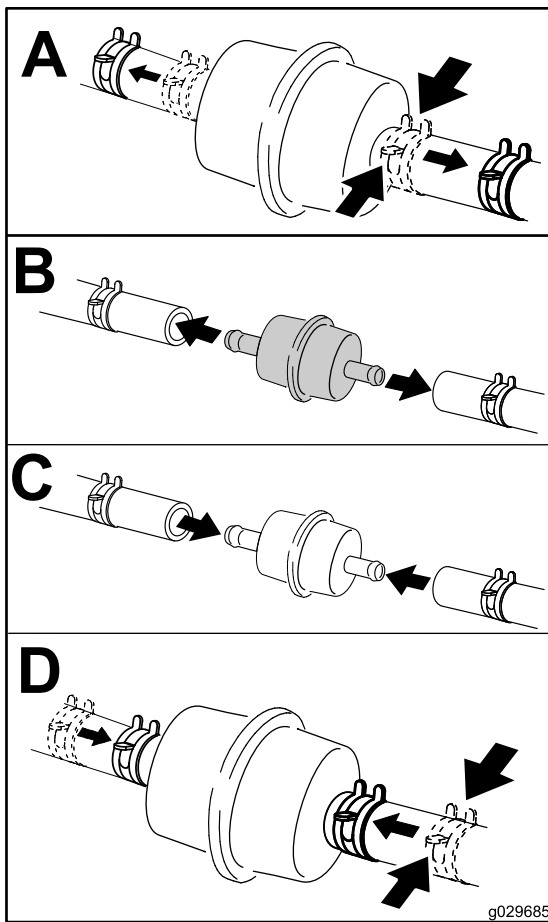

Figura 48
4. Cierre la válvula de cierre de combustible, situada debajo del asiento (Figura 48).